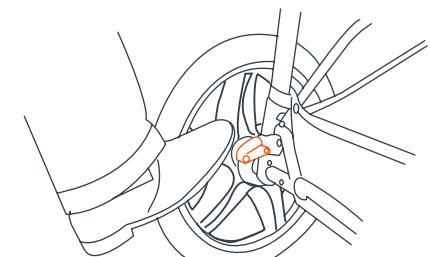

Fig. 11
- 11)** • Pour engager les freins, appliquer une pression légère vers le bas sur le levier de verrouillage situé sur chaque roue arrière. Engager les freins peut exiger un léger mouvement vers l'avant ou vers l'arrière dans le but d'aligner les dents sur le frein avec les roues (Fig. 11).